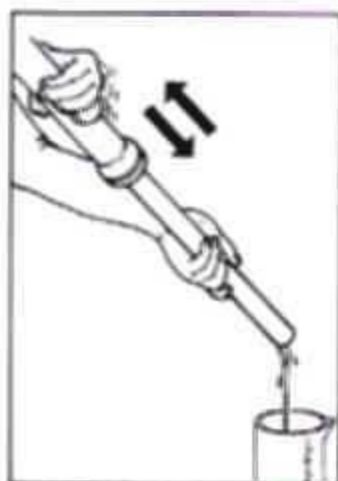

FIG. C25
5. Retirar totalmente o óleo contido no amortecedor bombeando continuamente com o cilindro interno e externo no sentido indicado pelas setas da figura C25.